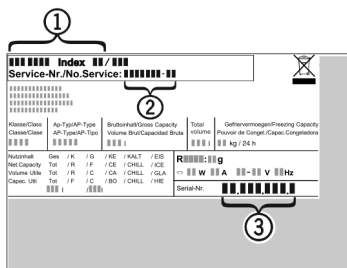

Fig. 11
- ▶ Relever la désignation de l'appareil Fig. 11 (1), le n° de service Fig. 11 (2) et le n° de série Fig. 11 (3) sur la plaquette signalétique. Cette plaquette se trouve sur la paroi intérieure gauche de l'appareil.
- ▶ Informer le S.A.V. et lui communiquer la panne, la désignation de l'appareil Fig. 11 (1), le n° de service Fig. 11 (2) et le n° de série Fig. 11 (3).